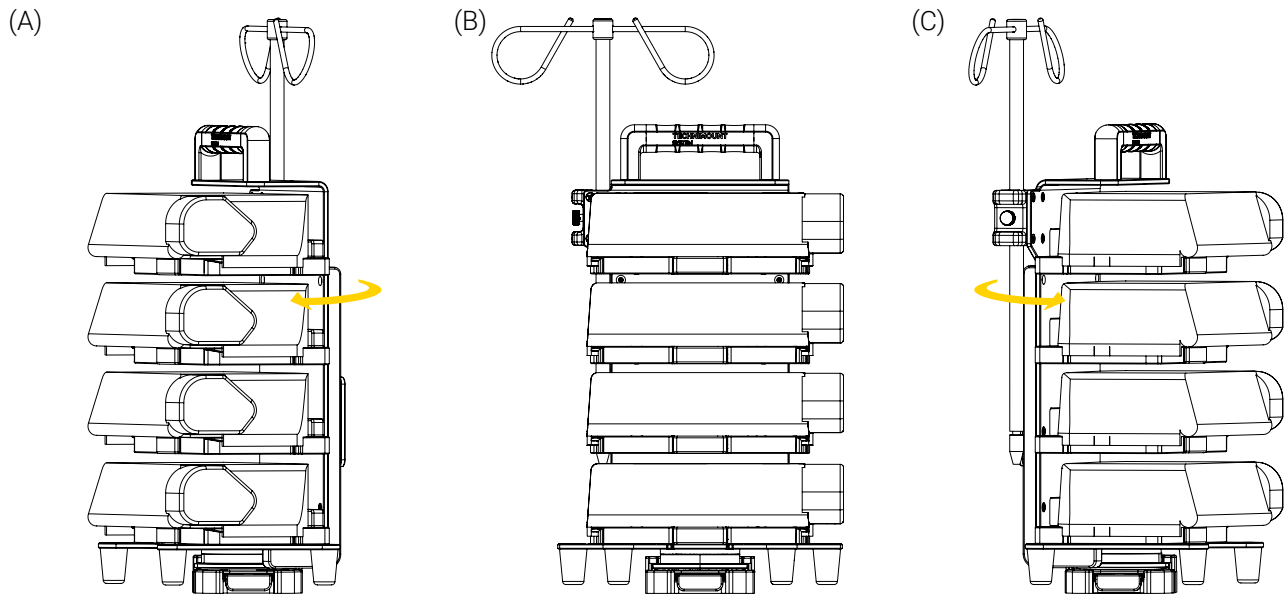

Figure 12: Fonctionnement du support Bracket Pro Serie 80 - FL4 dans la Micro Base
3. Pour les installations utilisant le micro disque horizontal, tourner le support de fixation dans le sens horaire ou antihoraire (Figure 12), jusqu'à la position désirée au besoin.